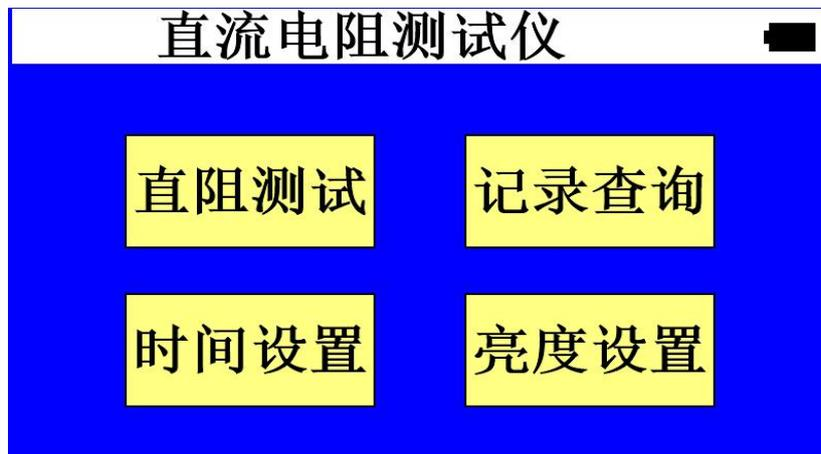

图 1
- 接好测试线后，按下仪器面板上的“开机”键仪器开始启动，待液晶屏显示“启动中”完成后进入初始界面。如图 1 所示：